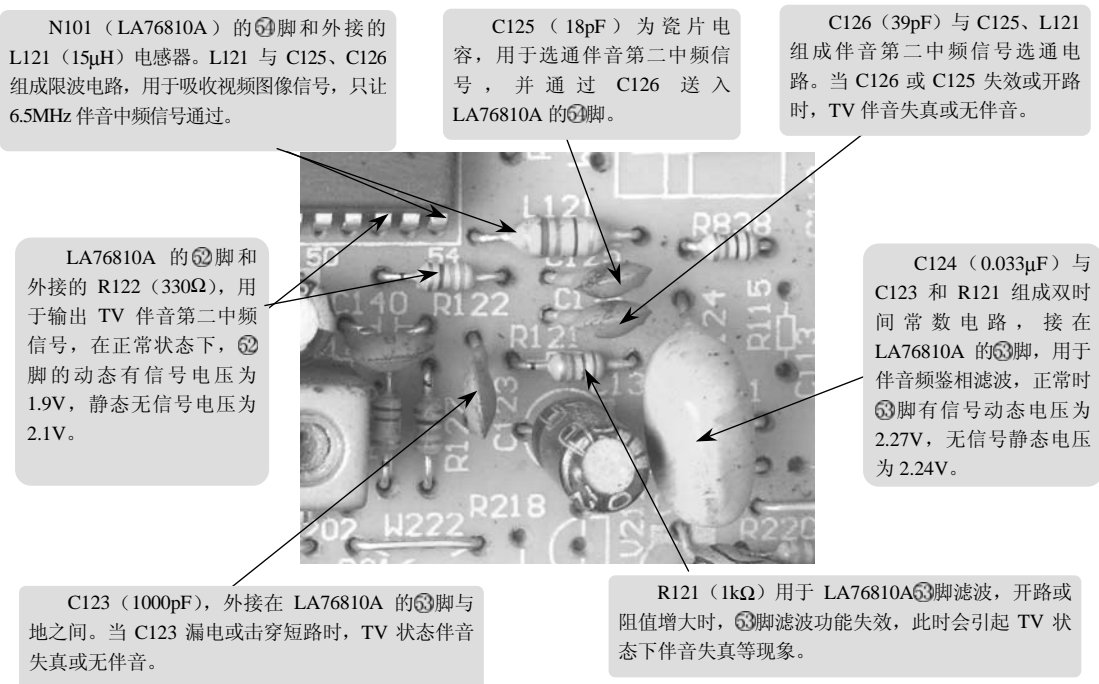
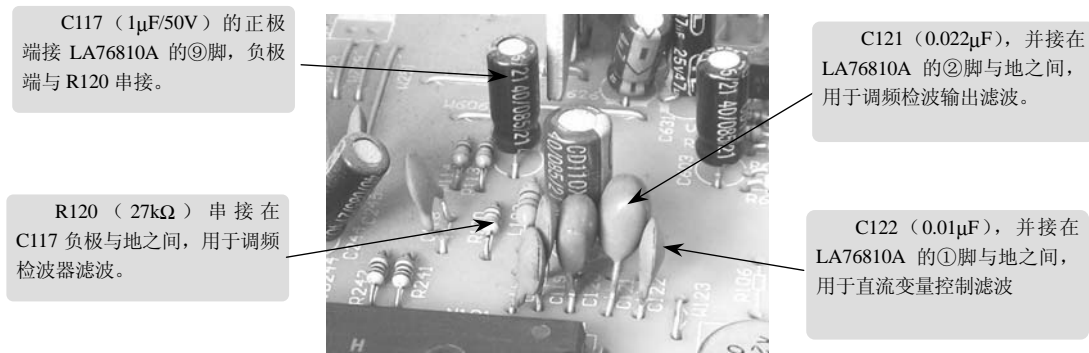
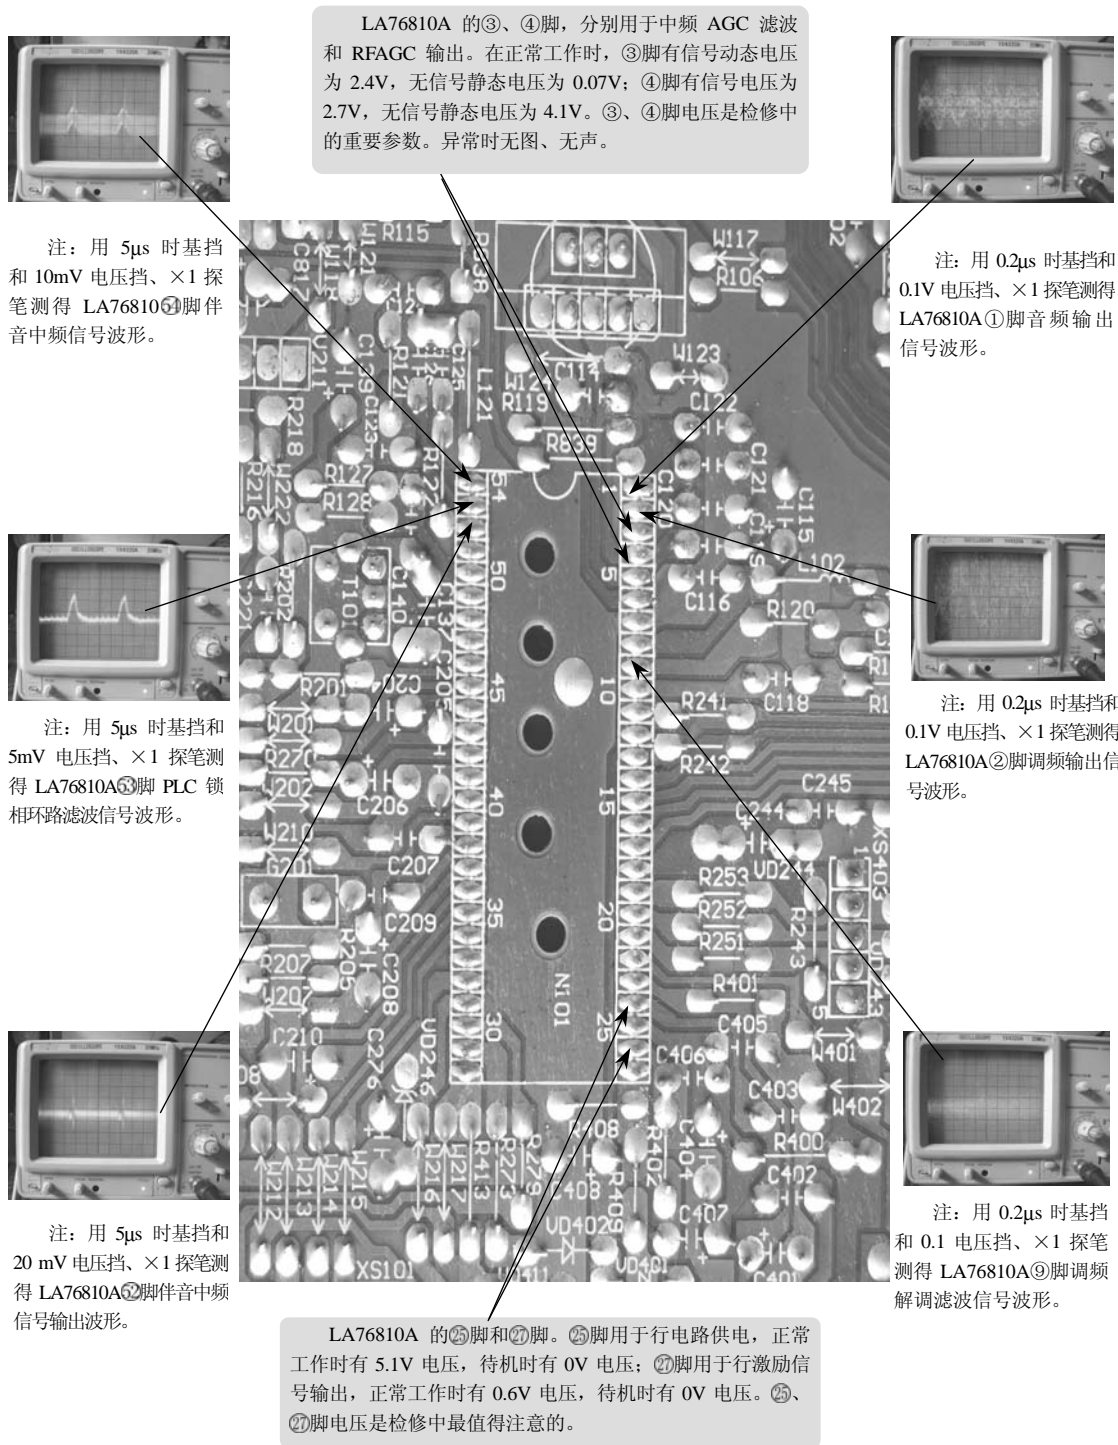
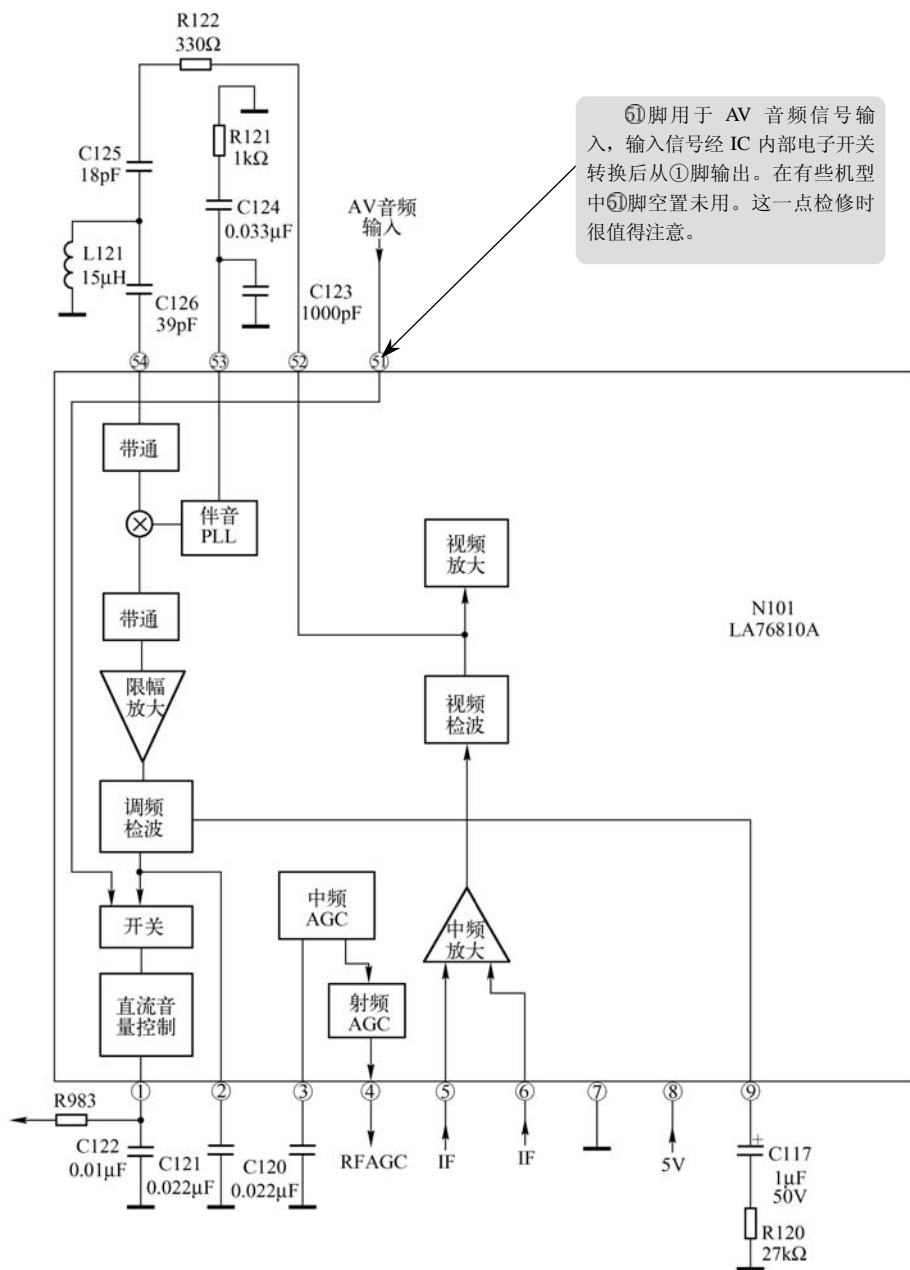

图 4-36 LA76810A⑤②、⑤③、⑤④脚外接元器件实物图
图 4-37 LA76810A①、②、⑨脚外接元器件实物图
图 4-38 N101 (LA76810A) 引脚印制线路及主要引脚信号波形
图 4-39 SVA D2966F 机型中伴音中频信号处理及调频检波电路原理图
彩色电视机音频信号处理电路主要是将彩色全电视信号中的伴音信号分离出来，并经解调、低频放大、功率放大后，通过扬声器放出原场声音，主要包括伴音检波、6.5MHz 带通滤波器、限幅放大器、调频检波、音量控制、音频激励及功率输出等电路。在 SVA D2966F 机型中，伴音中频检波、调频检波等小信号处理功能均包含在 LA76810A 的⑤②、⑤③、⑤④脚和①、②、⑨脚的内部，在外部仅有较少量的分立元器件。其实物图如图 4-36 和图 4-37 所示，引脚印制线路及主要引脚信号波形如图 4-38 所示，电路原理图如图 4-39 所示。
- ① 伴音通道电频响与声频响要宽。伴音系统的频响越宽,对不同频率的伴音信号重放能力越强,声音失真越小。
- ② 伴音通道的电压谐波失真系数和声压谐波失真系数要小。伴音通道电压谐波失真系数和声压谐波失真主要是由鉴频器、放大器、扬声器等非线性元器件产生。谐波失真系数越小,重放声音质量就越好。
- ③ 音频输出功率裕量大,可避免在出现瞬时峰值功率时引起非线性限幅失真。动态范围大,非线性失真就小。
- ④ 伴音通道调幅抑制能力强,可避免蜂音和交流声。由于电视伴音信号采用内载波接收方式,伴音调频信号中会产生调幅性干扰信号,所以就必须有效提高调幅抑制能力。
- ⑤ 平均声压要大,以保持扬声器发出的声音不会出现忽高忽低。
- ⑥ 鉴频器零点正确、稳定,频移小,可保证声音不会有失真、沙哑现象。
伴音检波及限幅放大电路主要是用于从图像信号处理电路输出的 38MHz 视频信号中分离出 6.5MHz (PAL-D 制) 伴音第二中频信号,然后再经限幅放大,将具有足够幅度的 6.5MHz 已调频波送入调频检波器。在 SVA D2966F 机型中,6.5MHz 伴音第二中频信号分离及限幅放大功能主要由 LA76810A 的②、③、④脚的内外电路完成,见图 4-39。